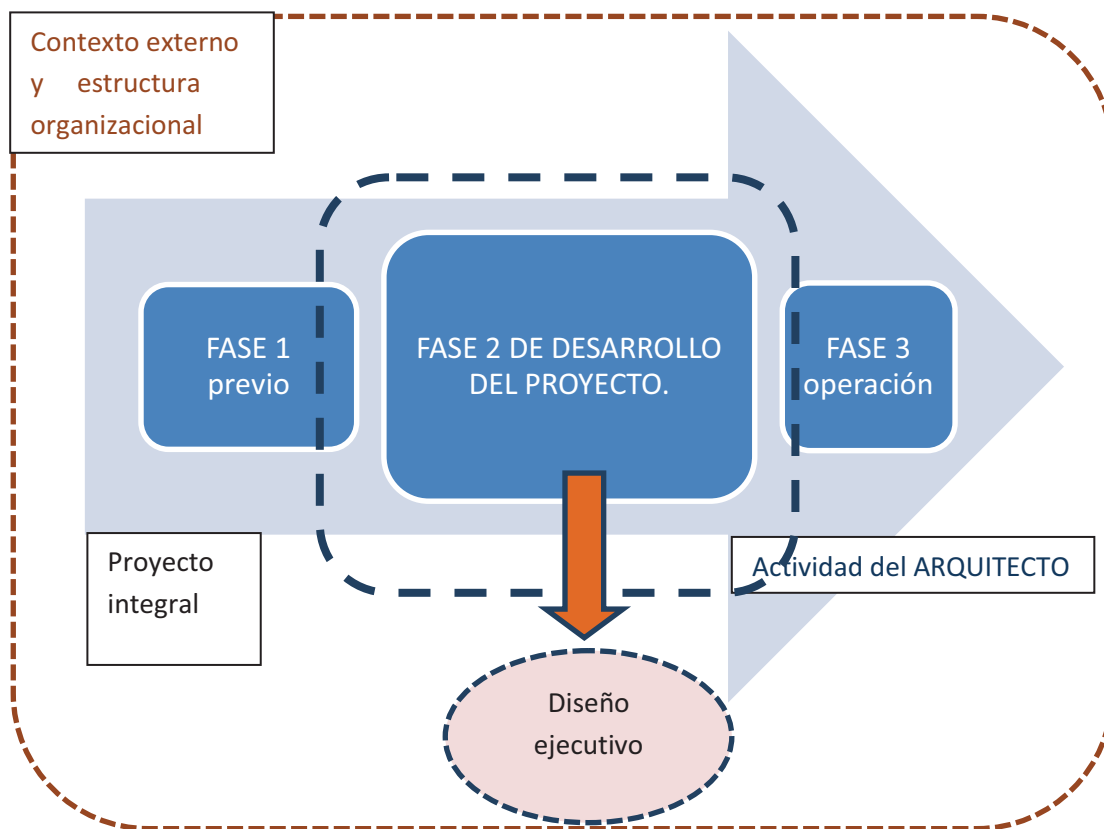

Figura 7.5.- Fases del PROYECTO, Arquitecto / Gerente de Proyecto.
7.6.1.- A continuación se presenta el esquema propuesto, el cual está en tres partes, la primera es un esquema general (figura 7.5.- fases Arquitecto / Gerente de Proyecto) en donde se presentan las tres fases generales y se ubica la actividad del Arquitecto / Gerente de Proyectos dentro del Proyecto integral así como en su contexto.